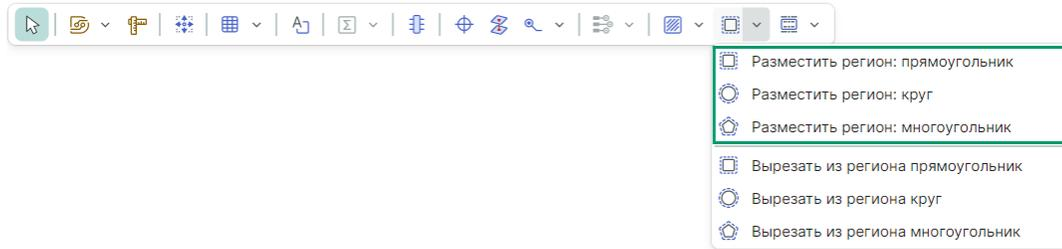

Рис. 161 Вызов инструмента «Разместить регион» из встроенной панели
1. Включите инструмент «Разместить регион», выберите форму региона, см. Рис. 161.